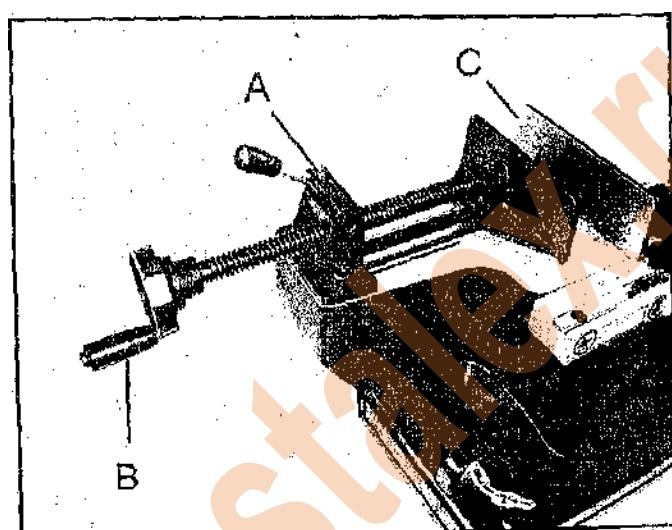

Рис. 2
1. Поднимите ручку (A) Рис. 2, теперь вы можете передвигать зажимы (тиски) вперед и назад с легкостью натягивая на себя или от себя маховик (B) к краю основания.